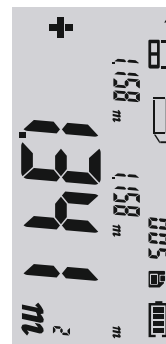

Figura 2
2. Apăsați tasta  pentru a intra în modul de acumulare, apoi măsurați a doua zonă. Rezultatul este prezentat în figura 2;